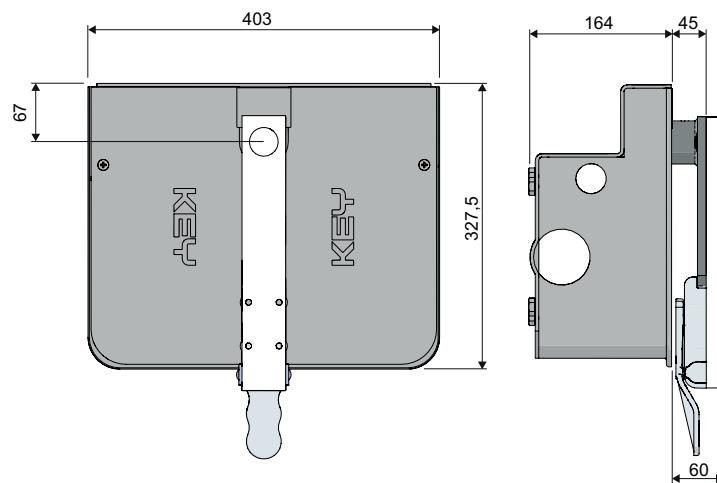

Fig. 2 IT - Limiti di impiego
- Waga i wymiary bramy lub drzwi muszą zawierać się w maksymalnych granicach zastosowania wskazanych na Rys.2
Sprawdzić dozwolony Ograniczenia użytkowania posługując się wykresem na rys.2.